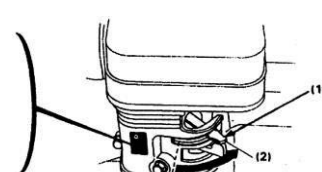

Fig. 14 (1) Leva dello starter
- 6) Man mano che il motore si riscalda, aprire gradualmente lo starter. (Fig. 14)